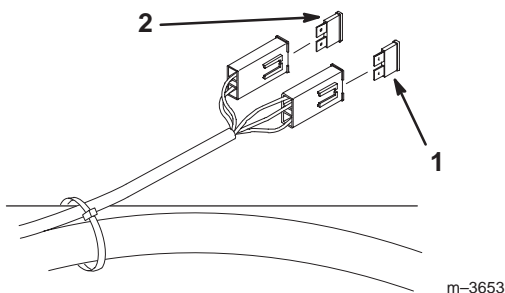

Figure 60
1. Soulevez le siège pour accéder au porte-fusibles (Fig. 60).
2. Pour remplacer un fusible, tirez dessus pour l'enlever (Fig. 60).